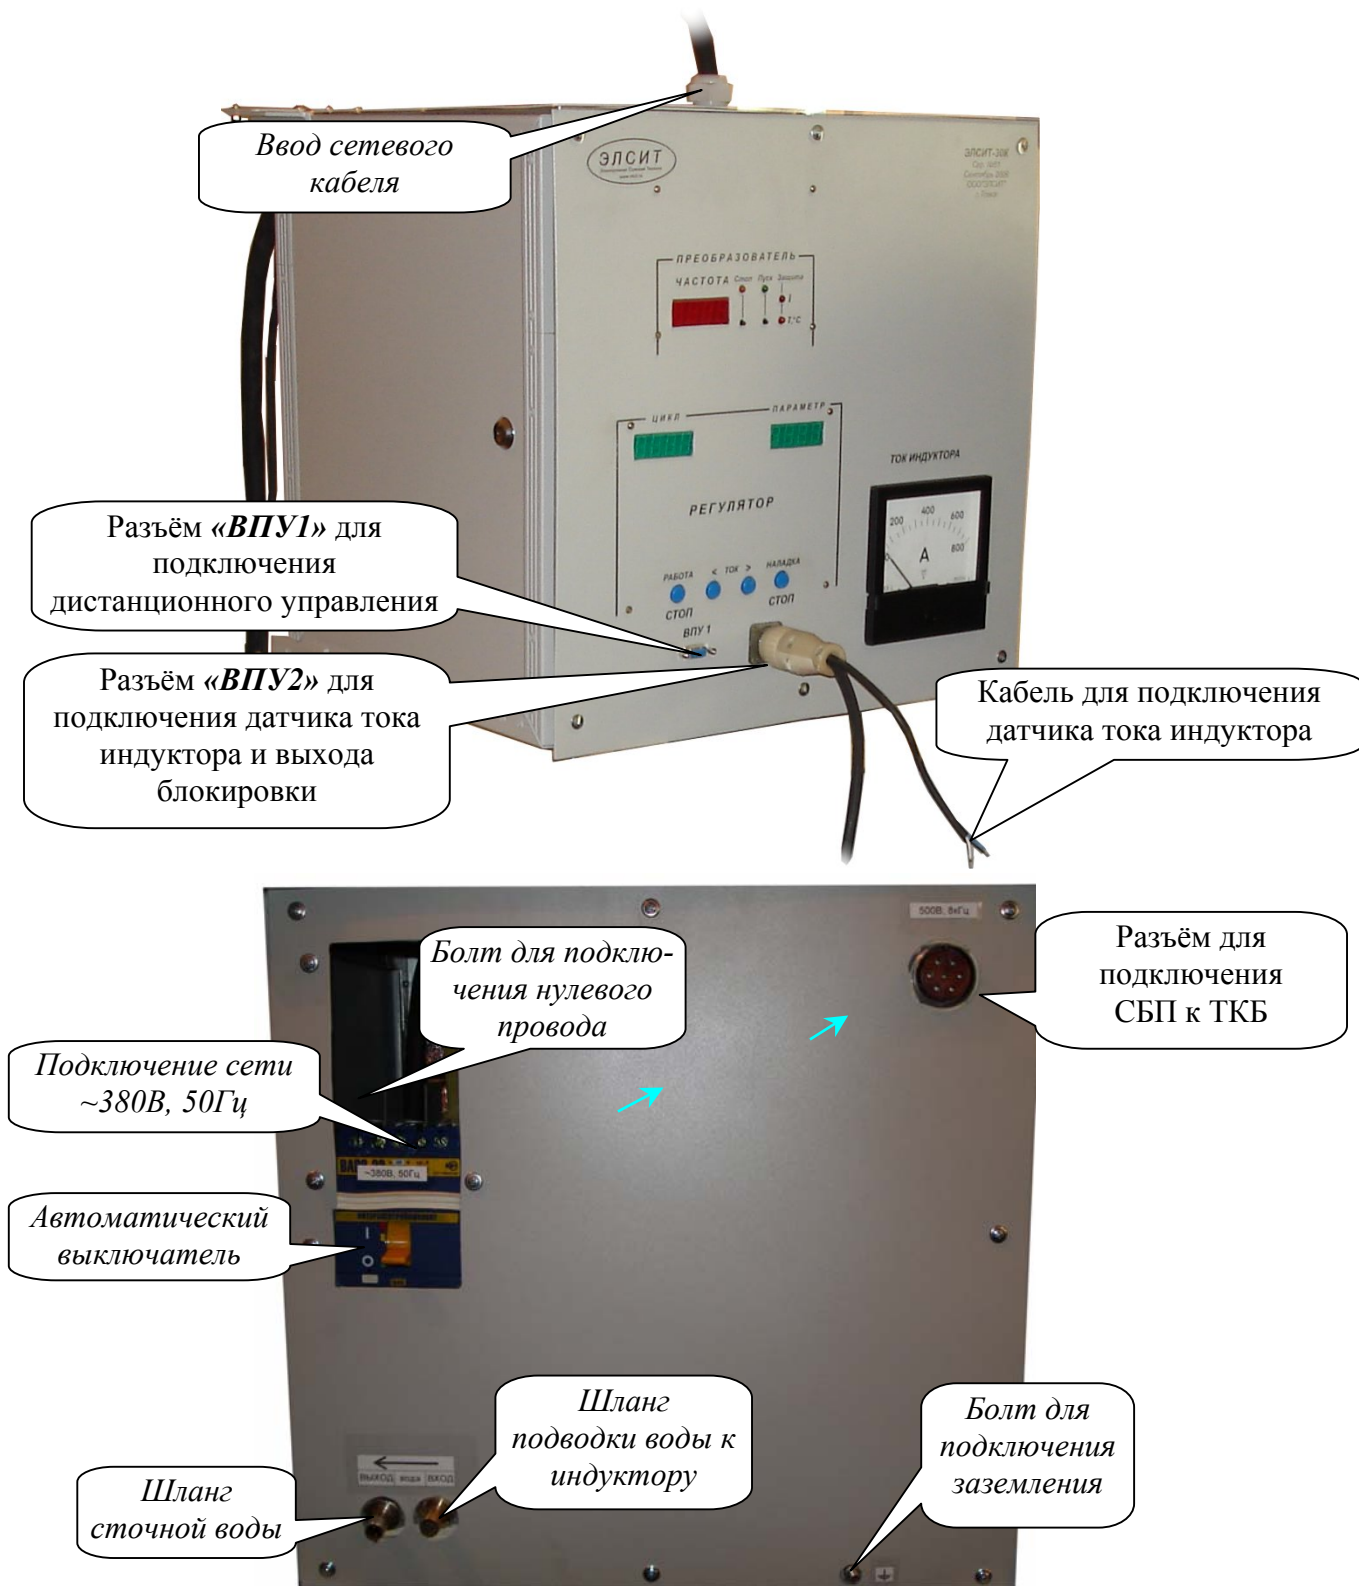
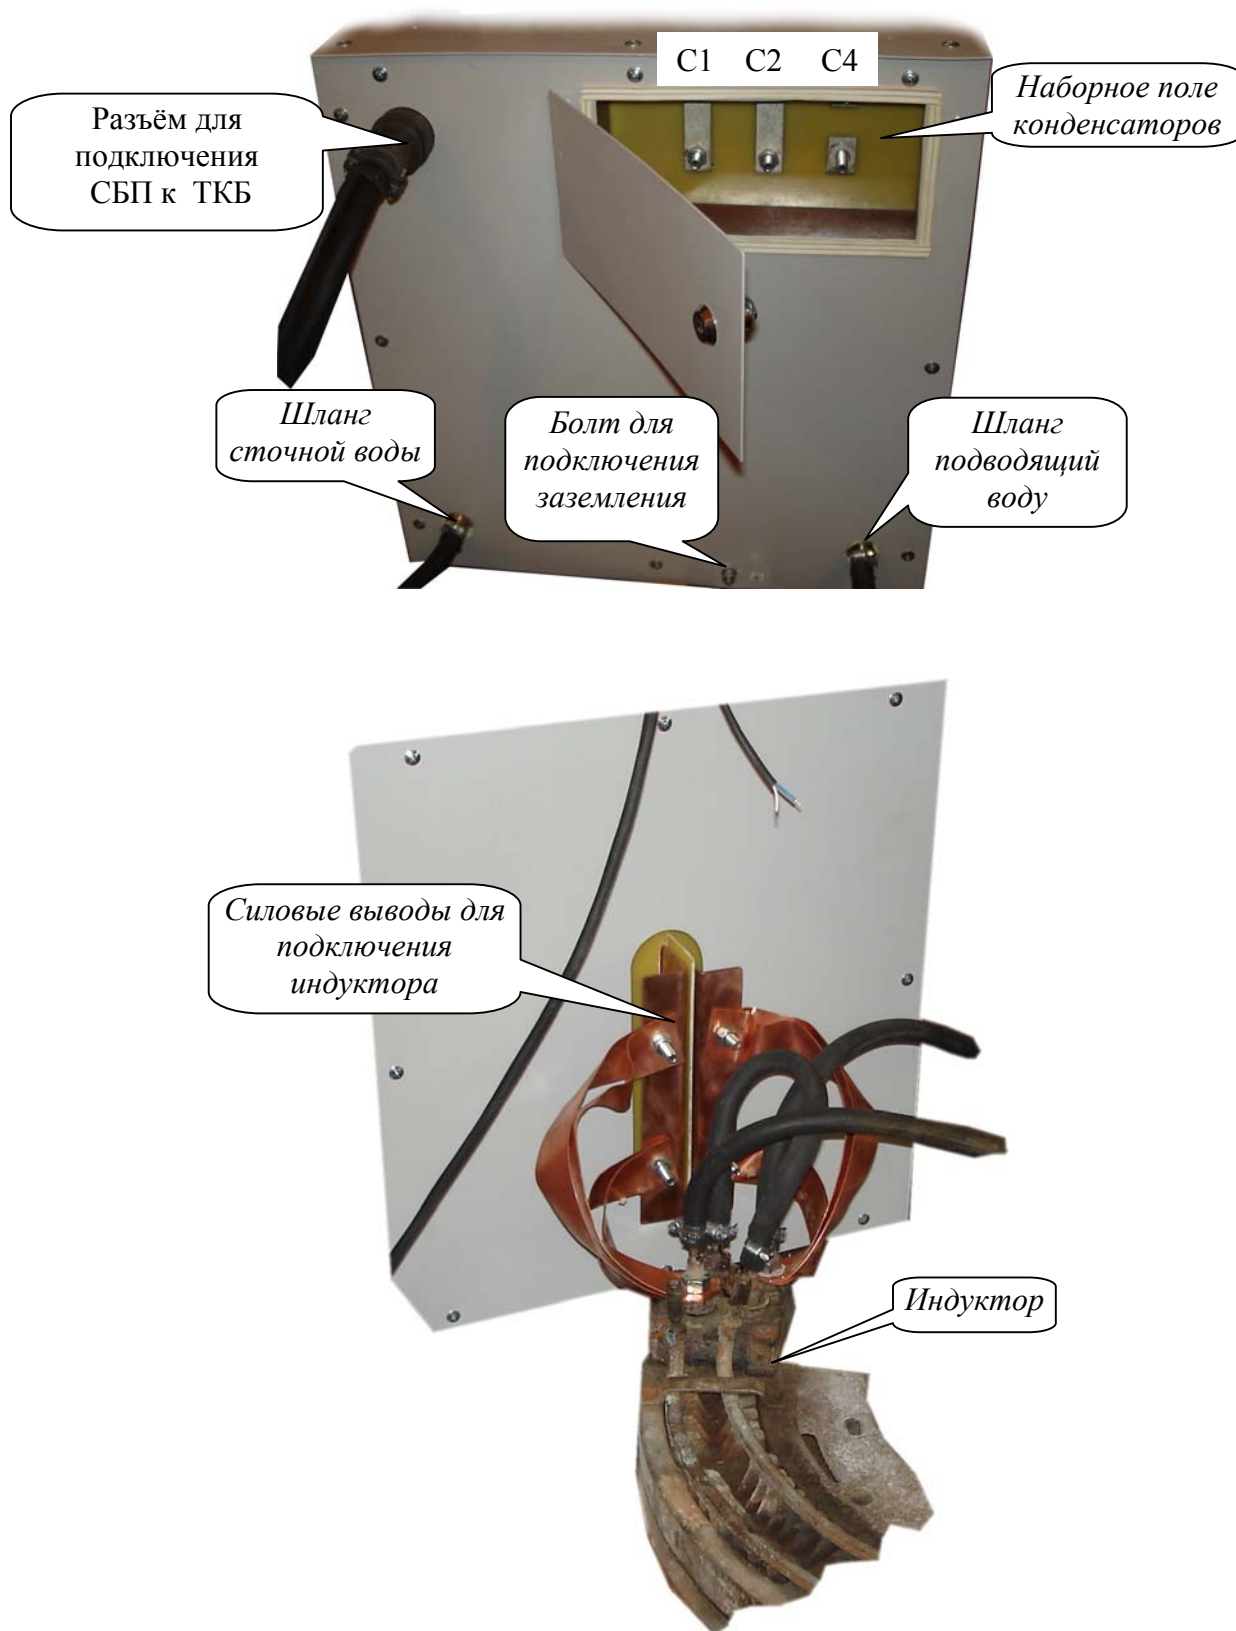

Рисунок 1. Силовой блок преобразователя (СБП)
Рисунок 2. Трансформаторно-конденсаторный блок (ТКБ)
- 1) Автоматический выключатель на СБП установить в нижнее положение (рис.1).
- 2) Подвести сеть  $\sim 380\text{В}$ , 50Гц к СБП на автоматический выключатель (рис.1). **Нулевой провод подключается на отдельную клемму рядом с автоматическим выключателем!!!**
- 3) Подключить заземление, используя **специальный болт на корпусе СБП и ТКБ** (рис.1,2).
- 4) Соединить СБП и ТКБ силовым кабелем через разъём «500В, 8кГц» (рис.1,2).
- 5) Подключить индуктор к клеммам ТКБ (рис.1).
- 6) Выбрать емкость конденсаторного блока на наборном поле (рис.1).
- 7) Подвести водяное охлаждение индуктора и СБП, ТКБ (рис.1, рис.2).
- 8) Подключить кабель дистанционного управления к СБП через разъём ВПУ1 (рис.1).
- 9) Подключить кабели датчика тока индуктора (ток 5А) и выход блокировки (ток 3А) к СБП через разъём ВПУ2 (рис.1).
- 10) Включить автоматические выключатели на СБП (рис.1).
- 12) Нажать кнопку «Стоп» на передней панели СБП (рис.1) для сброса защиты (св.д. «Стоп» должен погаснуть).
- 18) После работы автоматический выключатель на СБП установить в нижнее положение (рис.1).
- 5) При выходе резонансной частоты за рабочий диапазон необходимо произвести коррекцию компенсирующей емкости при помощи наборного поля конденсаторов на ТКБ (рис.2)